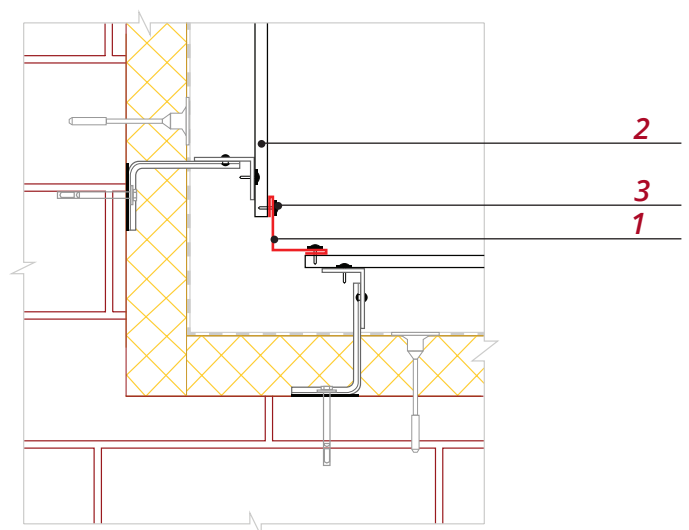

Рис. 10
- Планку угла внутреннего простую **1** крепите после монтажа панелей сайдинга **2** (рис. 10). Рекомендуется использовать саморезы ПШС с окрашенной головкой **3**, вытяжные заклепки или кровельные саморезы 5,5x19.